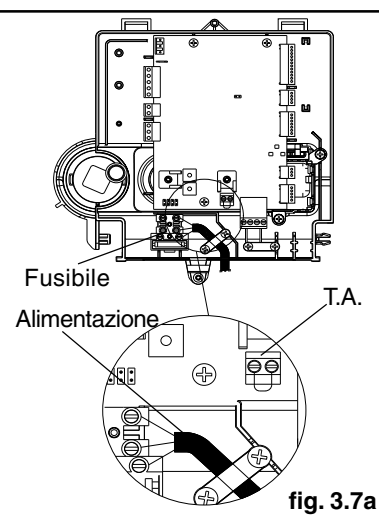

fig. 3.7a
- inserire il cavo dell'eventuale T.A. (fig. 3.7a)